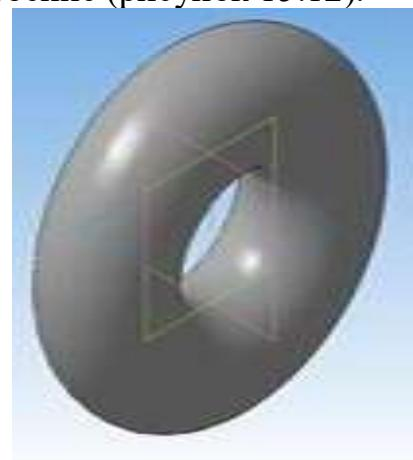

Рисунок 15.12 – Построение тора
13. Закончите построение (рисунок 15.12).